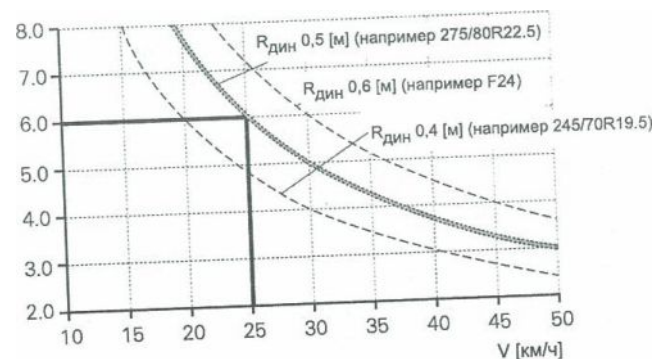

Рис. 9
- . макс допустимая скорость буксировки определяется зависимости от передаточного отношения осей и размера шин по диаграмме (Рис. 9).